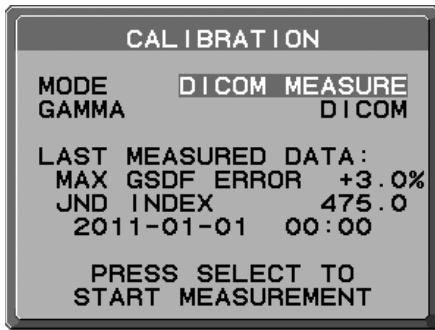

Рисунок D.1
- Используйте кнопки ВЛЕВО или ВПРАВО, чтобы в настройке РЕЖИМ выбрать команду ИЗМЕРЕНИЕ DICOM (Рисунок D.1).